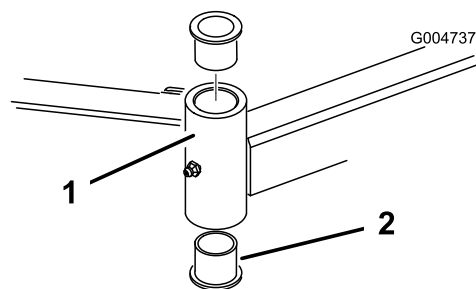

Figura 85
4. Inserte un botador fino en la parte superior o inferior del tubo de montaje y dé golpes hasta que salga el casquillo del tubo (Figura 85).